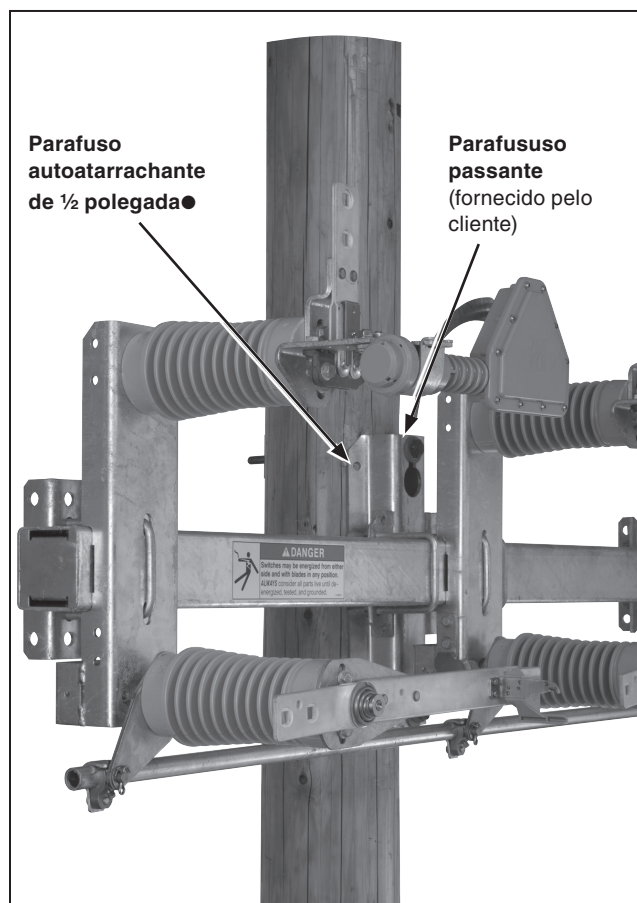

Figura 6. Detalhe da fixação típica do suporte de montagem (mostrada a configuração de montagem vertical. A posição invertida é similar).
- (h) Aperte os parafusos passantes de forma segura. Instale os dois parafusos autoatarrachantes de diâmetro ½ polegada na parte frontal do suporte de montagem, de forma diagonal entre eles. Ver Figura 6.
- Aperte os parafusos passantes de forma segura. Instale os dois parafusos autoatarrachantes de diâmetro ½ polegada na parte frontal do suporte de montagem, de forma diagonal entre eles. Ver Figura 6 na página 11.